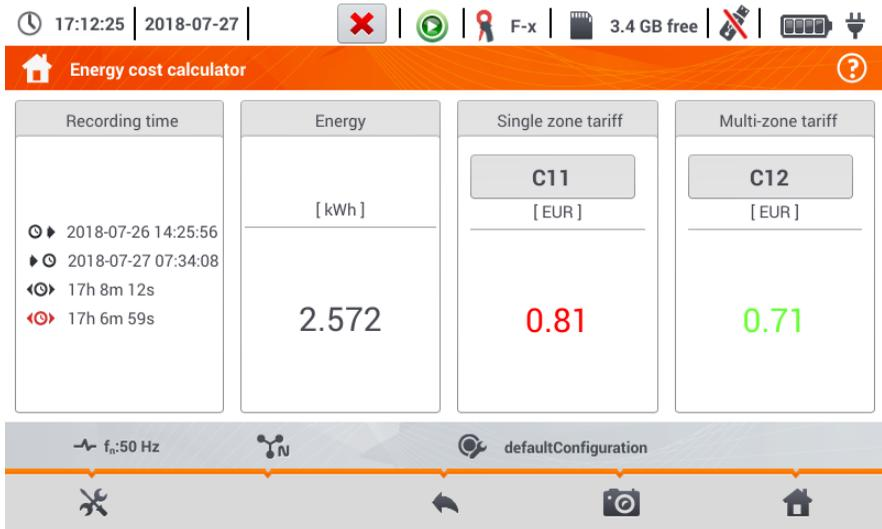

Fig. 5.28. Ansicht des Energieverlustrechners
schn. 5.7 Schritt ③) und wählen sie das Symbol . Das Menü der Energiekosten wird wie in **Fig. 5.28** mit folgenden Abschnitten angezeigt: